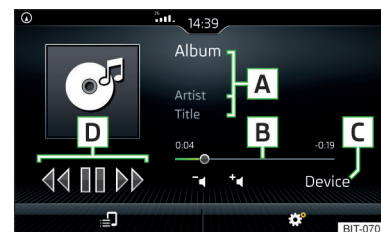
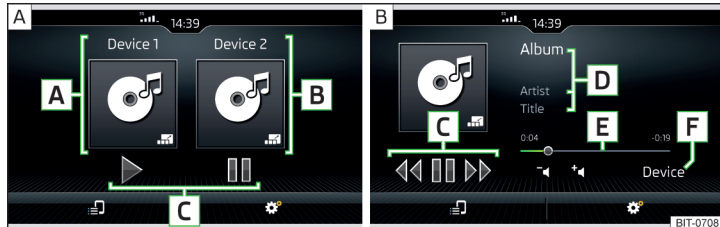

Fig. 186
Fig. 187 Menu principal : deux tablettes connectées / contrôler une des tablettes
Menu principal » fig. 186
- Pour contrôler la tablette, appuyez sur la touche **📶** sur la tablette correspondante » fig. 187 - **A**.
- Pour revenir au menu principal, appuyez sur la touche **📶** » fig. 187 - **B**.
Menu principal » fig. 187
Pour vous déplacer à travers le titre, effleurez du doigt la barre temporelle **B** » fig. 186 à la page 163 ou **E** » fig. 187 à la page 164.